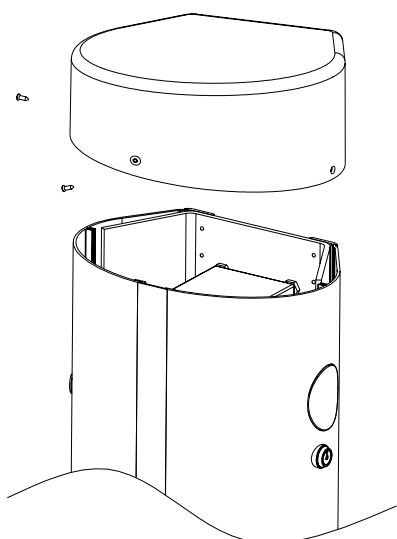

Рис. 3
- Убрать верхнюю крышку, отвинтив винты. (Рис. 3).